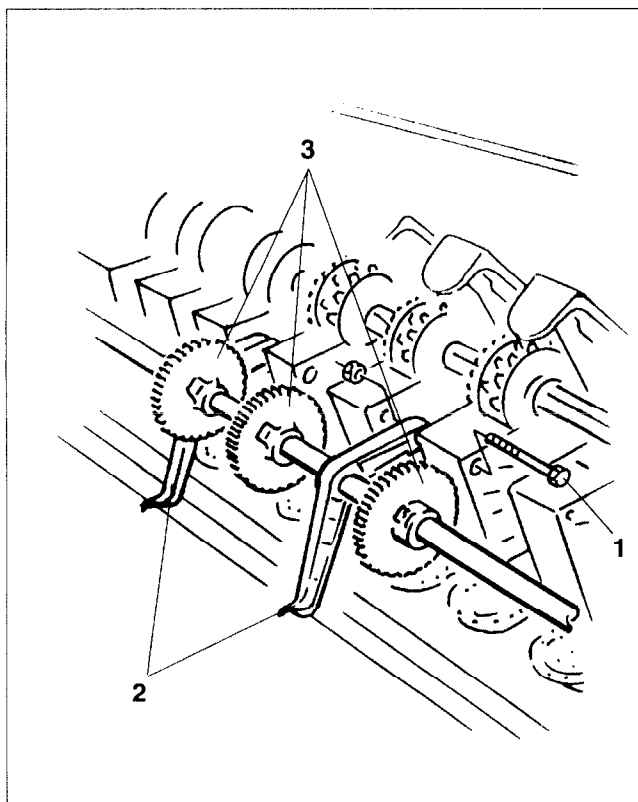

Fig. 13.15
- Desserrez les vis 6 pans (fig. 13.15/1) qui fixent les biellettes de maintien (fig. 13.15/2)) auprès des **anciens** carters de jalonnage.
- Desserrez les pignons d'entraînement (fig. 13.15/3) et déplacez les le long de l'arbre de jalonnage comme il convient.
- Fixez les biellettes de maintien (fig. 13.15/2) auprès des **nouveaux** carter de jalonnage.